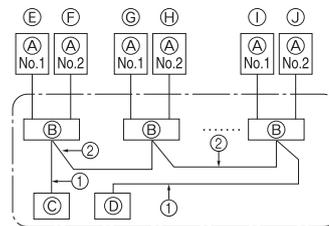

Fig. 6-2
### 6.1. Außenanlage (Fig. 6-1, Fig. 6-2)
- (1) Die Bedienungsplatte abnehmen.
- (2) Die Kabel gemäß der Fig. 6-1 und der Fig. 6-2 verdrahten.